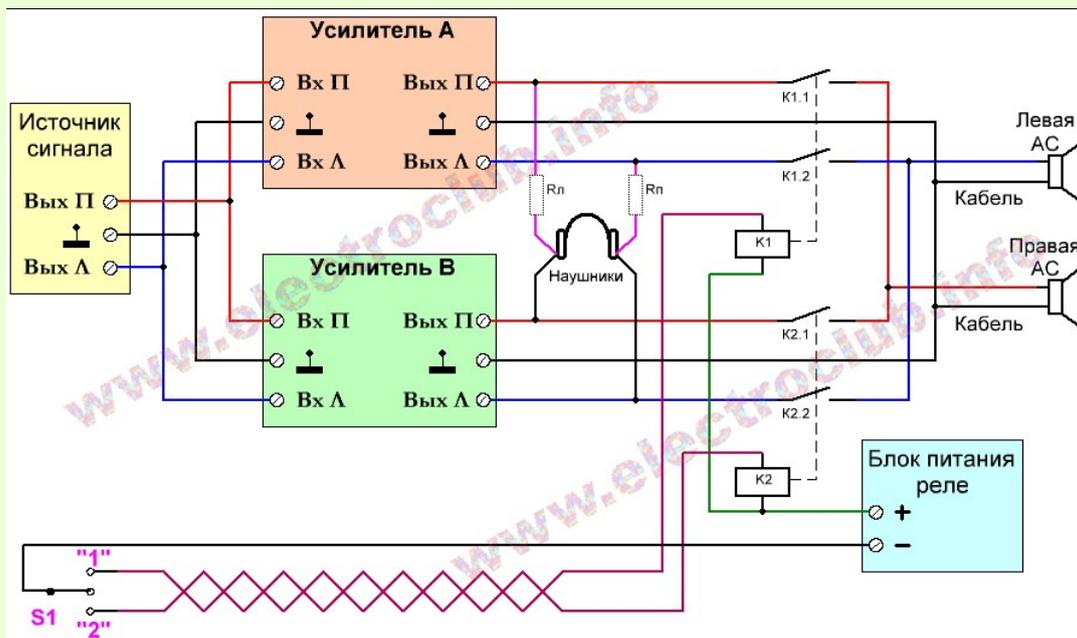

Рис. 2. Схема сравнения полных усилителей.
Возможная схема эксперимента (а это действительно эксперимент, в результате которого рождается новое знание) показана на рис. 2. Как видите, правильное сравнение, как и любое настоящее исследование – дело непростое.
6. Перед тестированием необходимо в усилителях выставить одни и те же уровни громкости (более громкое звучание кажется более красивым). Для этого можно использовать наушники, включенные так, как показано на рис. 2. У каждого из наушников (правого и левого) берется оба провода. Правый наушник подключается к выходам правых каналов усилителей, левый наушник – к выходам левых каналов. Колонки отключаются (переключателем S1) и регулятором громкости одного из усилителей устанавливается минимум громкости в наушниках. Идеальный вариант – когда в наушниках вообще ничего не слышно. Чем громче звучат наушники – тем больше будет погрешность сравнения. Кстати, при помощи наушников можно выровнять и тембры в случае когда темброблок отключить невозможно. Дело в том, что установка регуляторов тембра в ноль не означает, что тембр никак не регулируется. Все зависит от конкретной схемы темброблока. Вот здесь пример АЧХ реального промышленного усилителя, измеренных при обходе темброблока и при включенном темброблоке и установленных в ноль регуляторах. Поэтому при невозможности отключить темброблок надо при помощи наушников регуляторами громкости и тембра выставить минимальную громкость звука в наушниках. При этом важно и сохранение частотного баланса: лучше, если звук в наушниках будет чуть громче, но «полноценный» - содержащий все частоты, чем если звук будет тихий, но будут
Внимание! Если уровень громкости усилителей установлен сильно разный, то наушники могут сгореть! Первое включение наушников лучше делать через ограничительные резисторы 1...3 кОм (на рис. 2 это резисторы R1 и Rn, показанные пунктиром), и лишь при окончательной настройке подключать наушники напрямую. После настройки усилителей на время сравнения наушники лучше отключать.
7. Колонки к выходам усилителей подключаются через контакты качественных реле, которыми управляет переключатель S1. Если уж совсем все плохо, то вместо реле можно использовать один только переключатель (сдвоенный). Но это будет хуже: будут влиять провода, идущие к переключателю. И качество переключателя (сопротивление контактов) тоже будет влиять на результаты сравнения. У хороших реле контакты намного лучше, чем у переключателей. Блок питания на рис. 2 – это специальный отдельный блок питания, он предназначен для питания только реле. Любого типа на нужное напряжение.